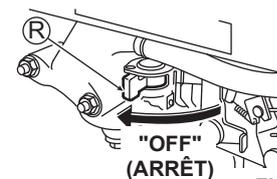

Fig. 14
3. Placez le Robinet de carburant (R) sur "OFF" (ARRÊT). (Voir Fig. 14)